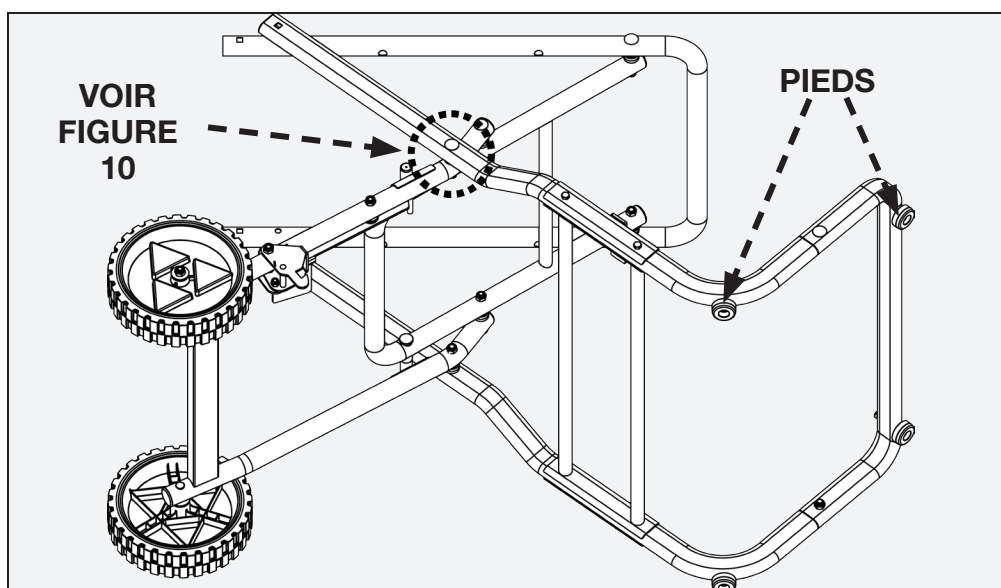

FIGURE 11
Placer les côtés de l'ensemble de tige du support (E et F), de sorte qu'ils soient à l'extérieur de l'ensemble de pédale (D) et que les pieds soient dirigés vers le bas. Voir la figure 11 pour la position correcte des pieds.